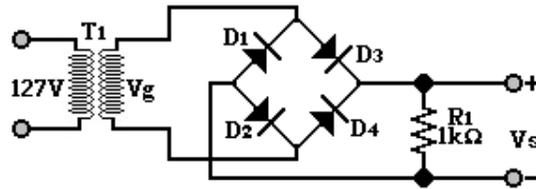

Figura 3.3
8. Utilizando una terminal del transformador y el **TAP central**, arme el circuito de la figura 3.3.